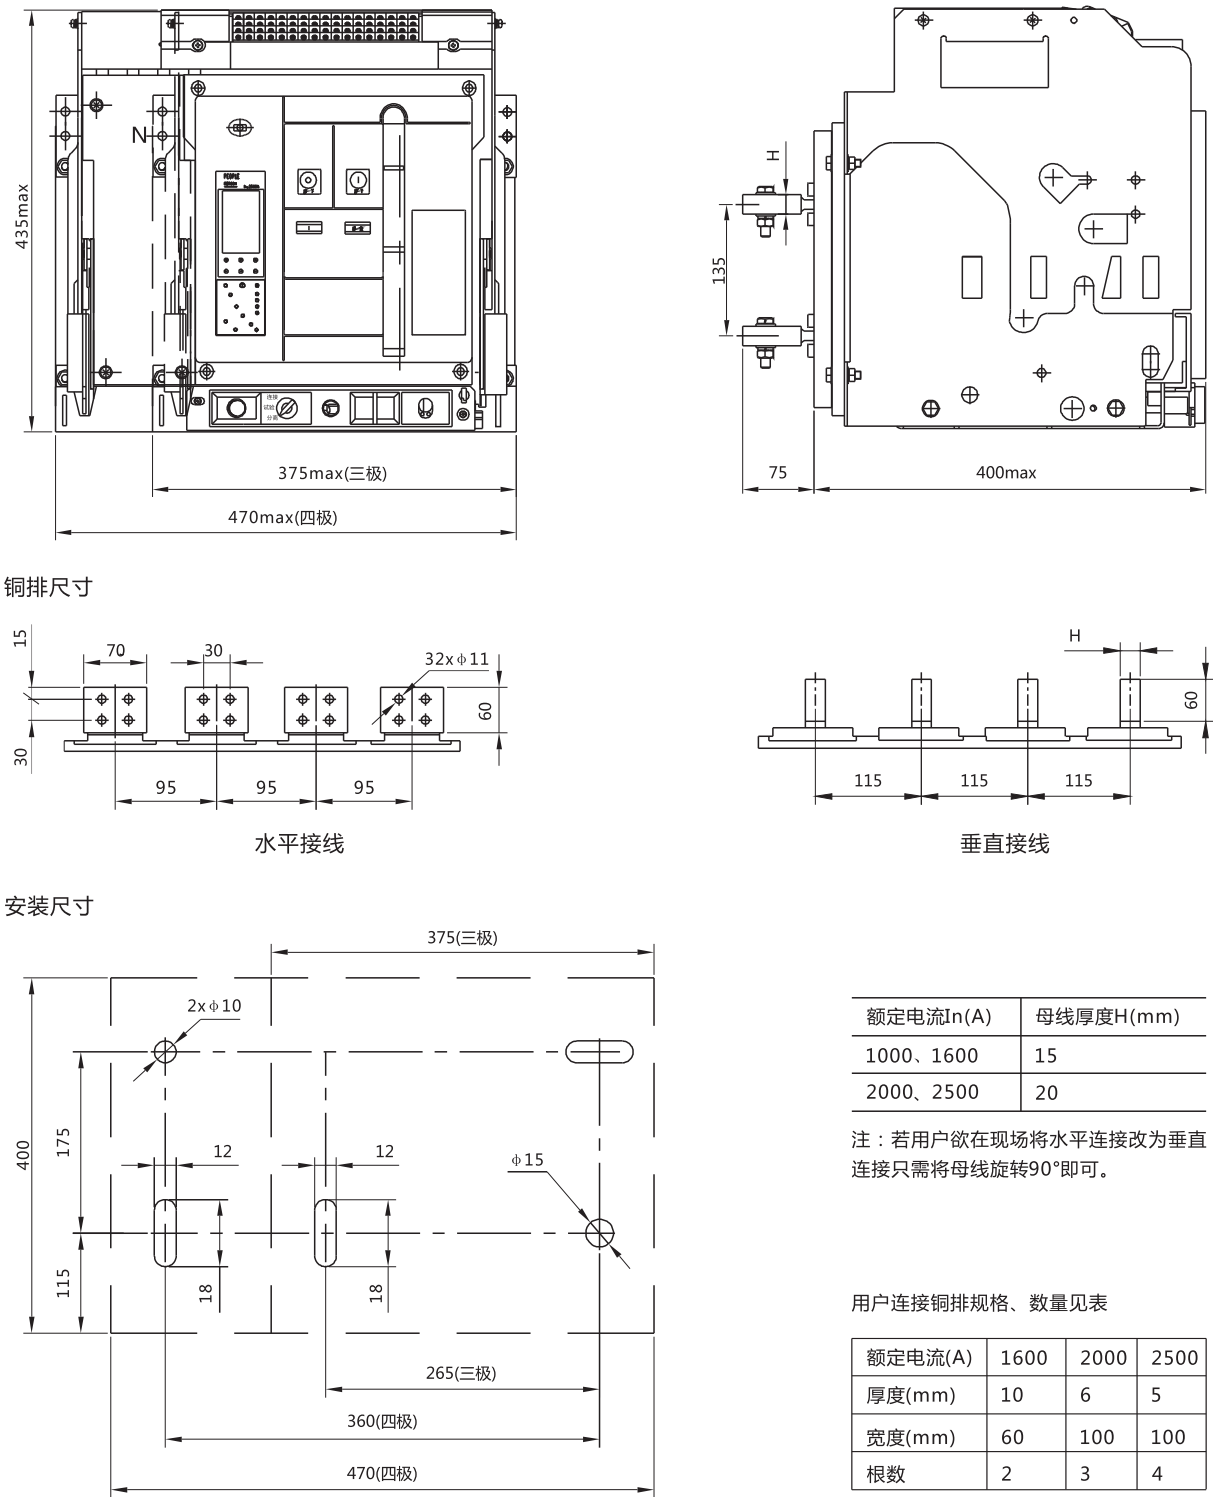

图7
7.1 RDW2-2500抽屉式断路器外形尺寸、安装尺寸及面板开孔尺寸见图7